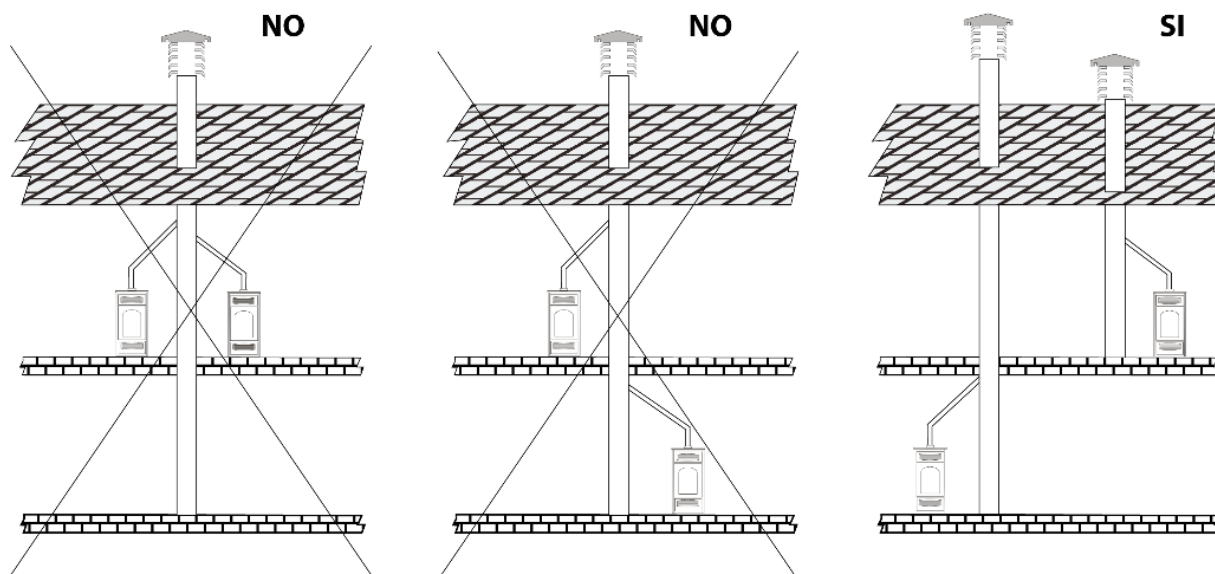

Fig.1
- Non sono ammesse canne fumarie collettive, non può essere collegato nessun altro caminetto, caldaia, caldaia, o cappa aspirante di nessun tipo (fig. 1).